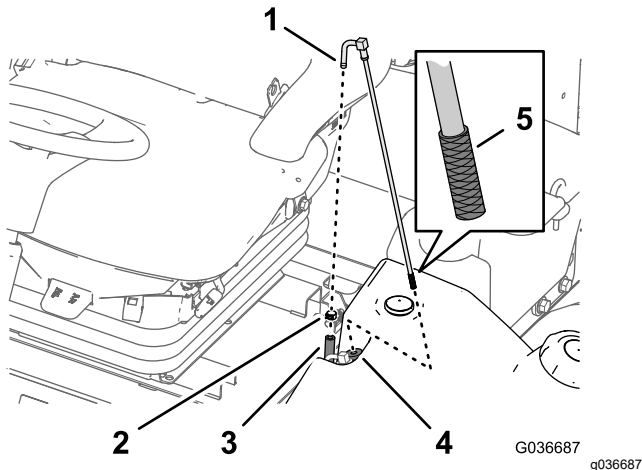

Figura 91
1. Retire a braçadeira de tubos que prende o tubo de alimentação do combustível à união do tubo de recolha de combustível (Figura 91).
2. Separe o tubo da união (Figura 91).
3. Levante o tubo de recolha de combustível do depósito do combustível (Figura 91).
4. Limpe quaisquer detritos no filtro na extremidade do tubo de recolha de combustível (Figura 91).
5. Insira o tubo de recolha de combustível através do casquilho de borracha e no depósito (Figura 91).